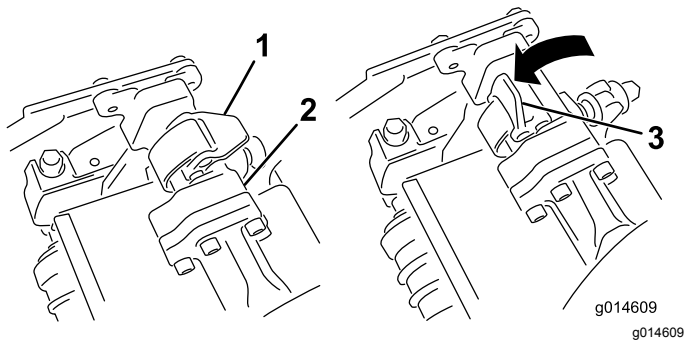
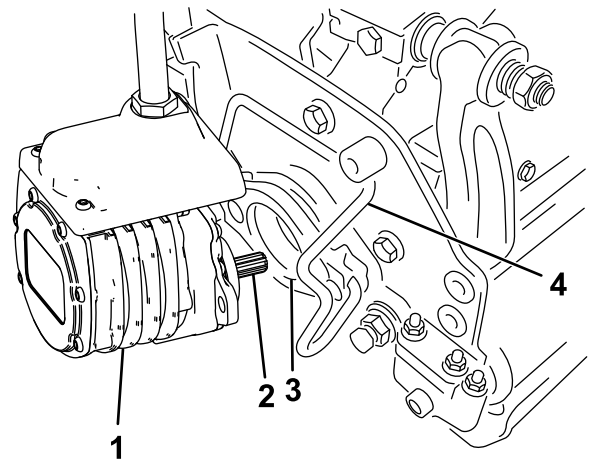

Bild 51
Bild 52
4. Die Riegel an der Aufhängearmstange müssen nach oben zeigen (d. h. offen) (Bild 51); drücken Sie den Aufhängearm dann so nach unten, dass die Stange über die Stange an der Oberseite der Schneideinheit passt (Bild 52).
- Drücken Sie die Riegel nach unten um die Schneideinheitstange herum und arretieren sie (Bild 51).
5. Öffnen Sie die Riegel an der Aufhängearmstange der Schneideinheit, die Sie entfernen möchten (Bild 51).